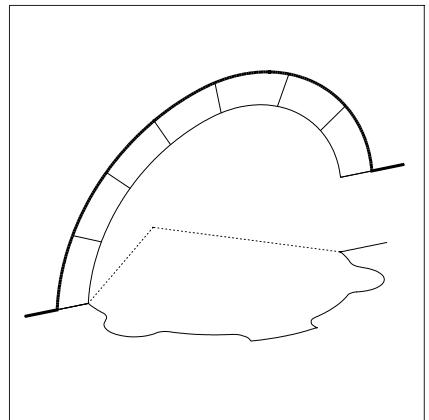

Figura 3. Sezione verticale superiore del *trait*.
- La sezione verticale superiore (in colore magenta), simile alla precedente (vedi figura 3).